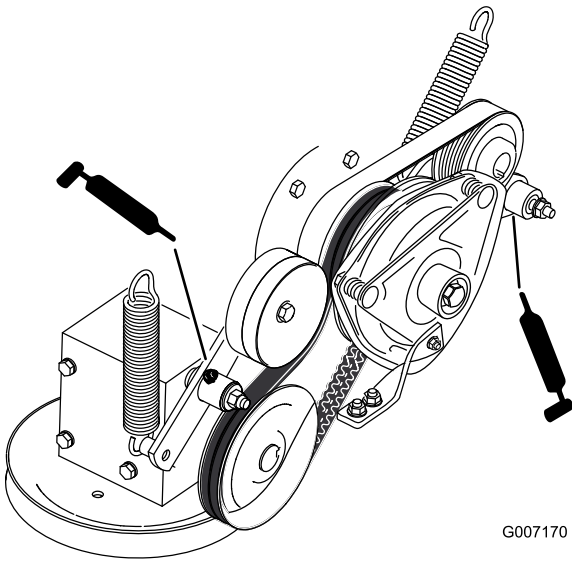

Figure 52
8. Graissez le bras de la poulie de tension de la courroie d'entraînement de PDF (Figure 52).
9. Graissez le bras de la poulie de tension de la courroie de pompe (Figure 52).